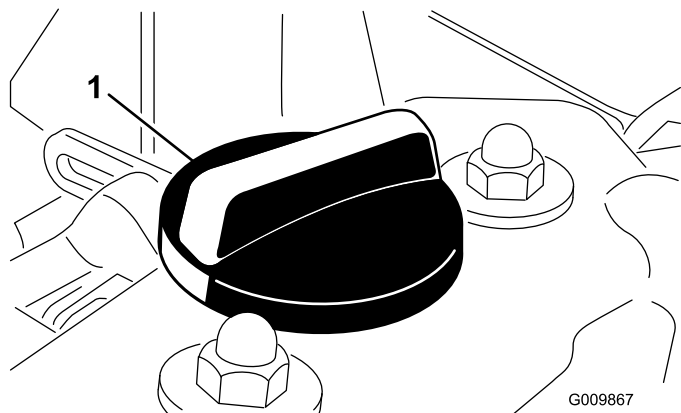

Figura 24
4. Si el nivel de aceite está por debajo de la marca Lleno, retire el tapón de llenado (Figura 24) y añada aceite hasta que el nivel llegue a la marca Lleno de la varilla. **No llene demasiado.**